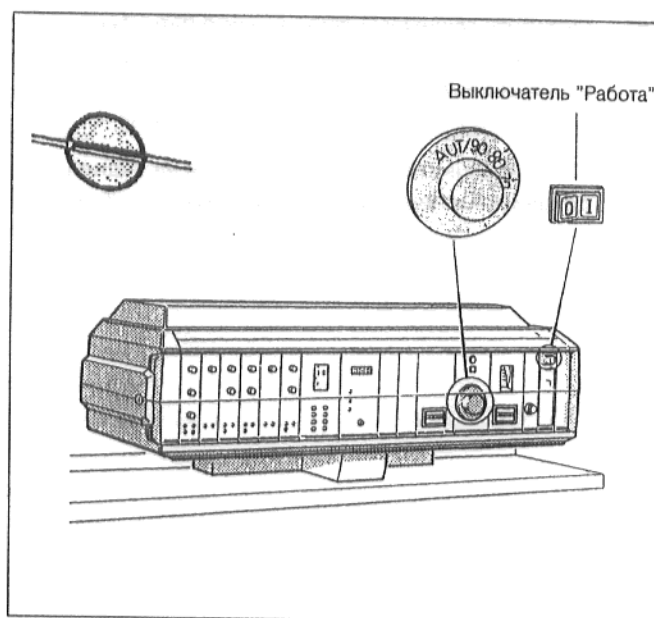

рис. 43
- **Только для HS 3320/21:** Перевести шлиц винта прозрачной крышки устройства регулирования (рис. 43) в горизонтальное положение, например, с помощью монеты. Снять прозрачную крышку, подав ее вперед.
- Выключатель "Работа" (рис. 43) устройства регулирования установить в положение 0.